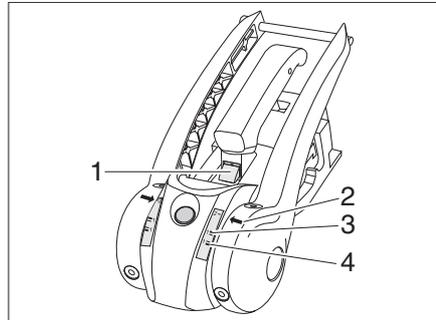

Bild 152 Verschleißkontrolle Reibbeläge
- Wenn die grüne Markierung sichtbar ist (Bild 152,1), sind die Reibbeläge vorn und hinten noch in Ordnung. Ist die grüne Markierung nicht mehr sichtbar, müssen die Reibbeläge gewechselt werden.
- Ist der Pfeil (Bild 152,2) unterhalb der Softdockmarkierung 1-grün, (Bild 152,4) sind die Reibbeläge rechts und links in Ordnung. Ist der Pfeil (Bild 152,2) oberhalb der Softdockmarkierung 1-rot (Bild 152,3), müssen die Reibbeläge gewechselt werden.
- Wenn die grüne Markierung sichtbar ist (Bild 152,1), ist die Kupplungskugel in Ordnung. Ist die grüne Markierung nicht mehr sichtbar, ist der Durchmesser der Kupplungskugel < 49mm und die Kupplungskugel muss gewechselt werden.